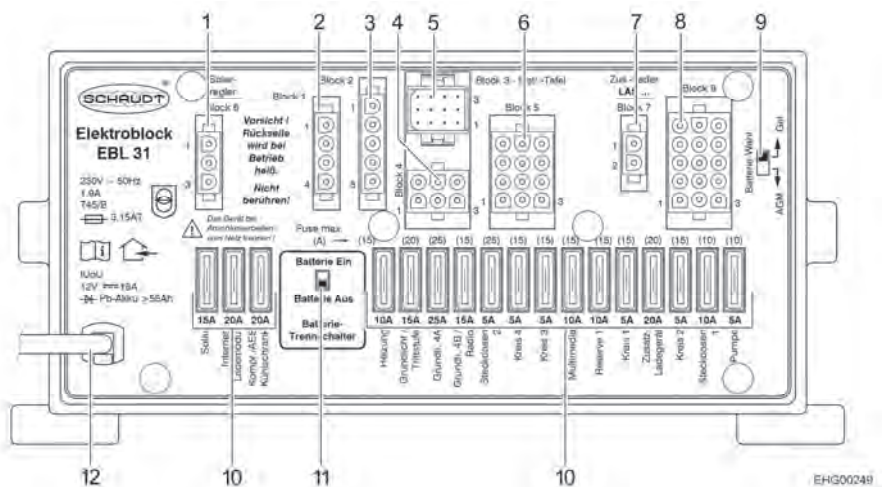

Bild 95 EI-block (EBL 31)
- ▷ För **alla** elektriska 12 V-förbrukare från spänningsförsörjningen och för att undvika urladdning av bodelsbatteriet, ställ in batteri-brytaren (Bild 95,11) på el-blocket på "Batterie Aus" (batteri från).
- ▷ Förbrukare som laddare, laddningsregulator för solpanel, panel och liknande förbrukar ström från batteriet, även då huvudbrytaren 12 V på panelen (Bild 96,6) är frånkopplad. Därför bör du ställa batteri-brytaren (Bild 95,11) på el-blocket på "Batterie Aus" (batteri från) om fordonet inte ska användas under en längre tid.